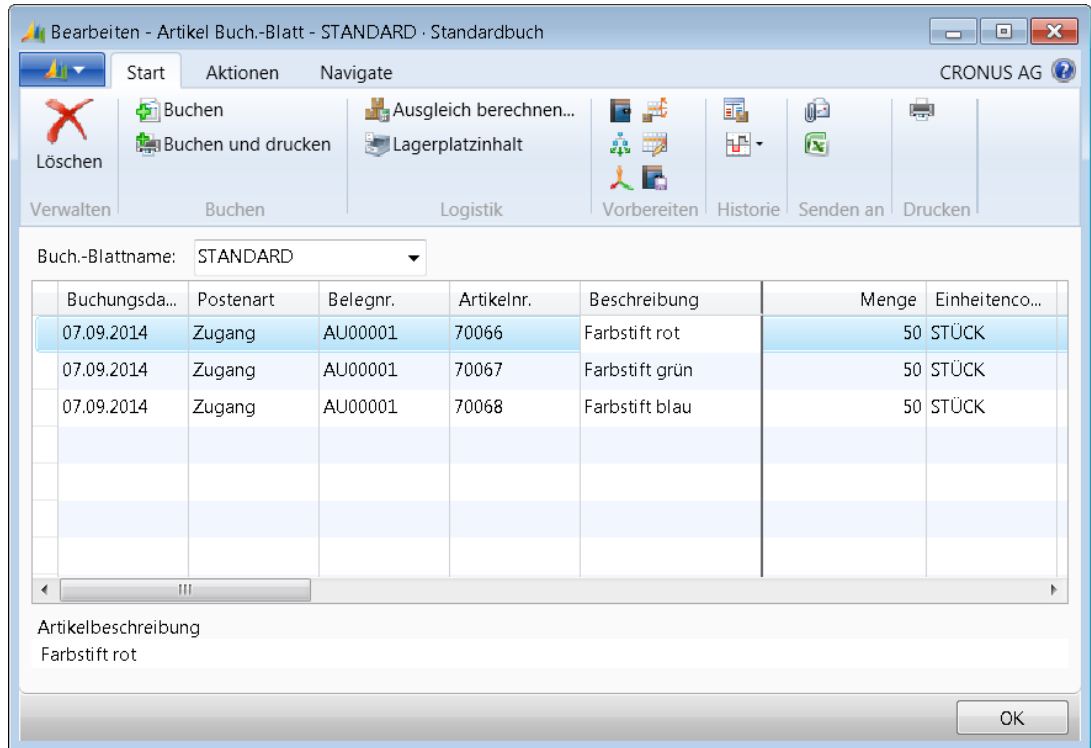

Abbildung 6.9 Die berechneten Ausgleichszeilen der Artikelzugänge
14. Setzen Sie einen Filter auf die drei Artikel dieses Beispiels und bestätigen Sie mit *OK*; die Anwendung berechnet nun drei korrespondierende Zugänge (siehe Abbildung 6.9).